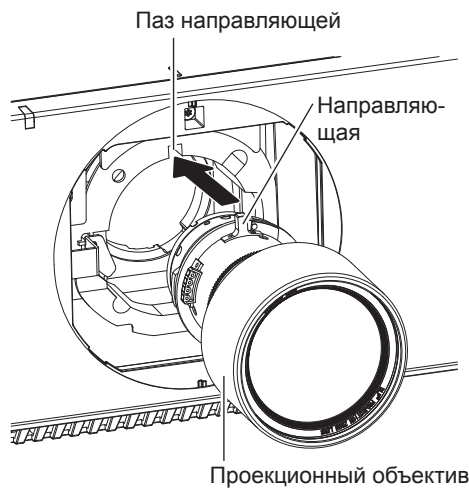

Рис. 1
- 1) Снимите крышку оправы объектива, выровняйте направляющую проекционного объектива по пазу направляющей на проекторе и вставьте объектив до упора. (Рис. 1)